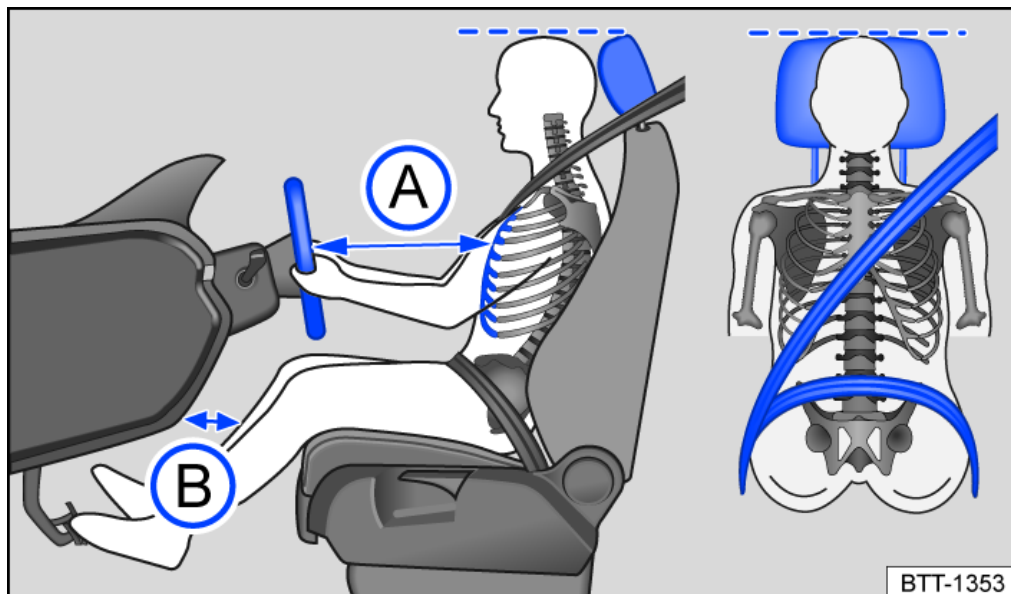

Abb. 1 Prinzipdarstellung: richtiger Abstand des Fahrers zum Lenkrad, richtiger Gurtbandverlauf und richtige Kopfstützeinstellung.
- Kopfstütze so einstellen, dass die Oberkante der Kopfstütze sich möglichst auf einer Linie mit dem oberen Teil des Kopfs – jedoch nicht niedriger als Augenhöhe – befindet. Hinterkopf stets so nah wie möglich an der Kopfstütze positionieren → *Abb. 1*.